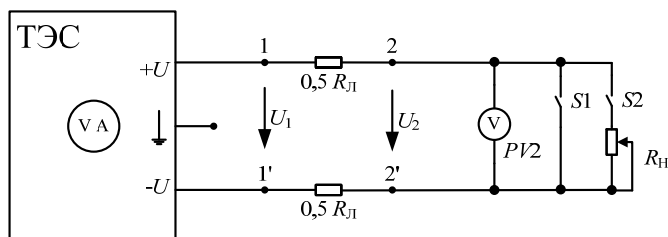

Рис. 1.1. Электрическая схема исследуемой цепи
В работе исследуется модель линии передачи электрической энергии постоянного тока, состоящая из двух резисторов, сопротивления которых равны $0,5 R_{л}$, и регулируемого источника ЭДС (рис. 1.1). Источник подключается к входным зажимам линии 1 и 1', а к выходным зажимам 2 и 2' – регулируемое сопротивление нагрузки $R_{н}$. С помощью ключей $S1$ и $S2$ устанавливаются различные режимы работы линии. Напряжение и ток линии контролируются универсальным цифровым прибором VA источника. Напряжение на нагрузке измеряется вольтметром $PV2$.
2. Собрать электрическую цепь, соответствующую схеме замещения (рис. 1.1), и показать её преподавателю или лаборанту.